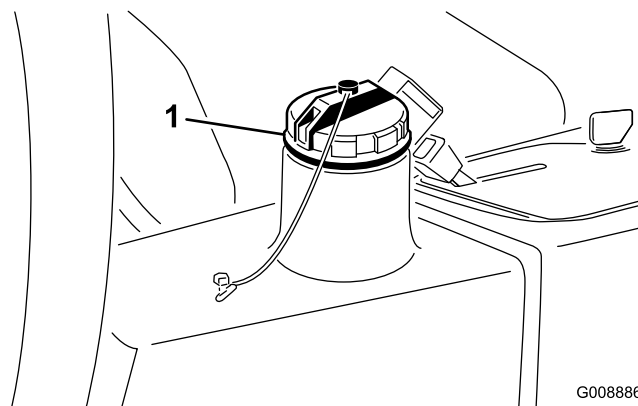

Figura 37
2. Limpie la zona alrededor del cuello de llenado y el tapón del depósito hidráulico (Figura 37) y retire el tapón.